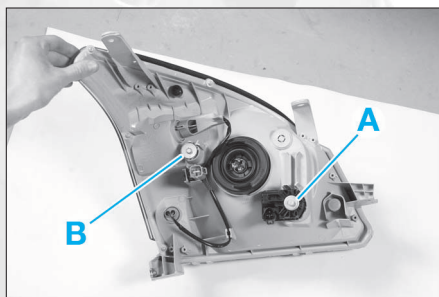

FIG.13
- Procéder au réglage des optiques en agissant sur la vis (A) et (B) (Fig.13).